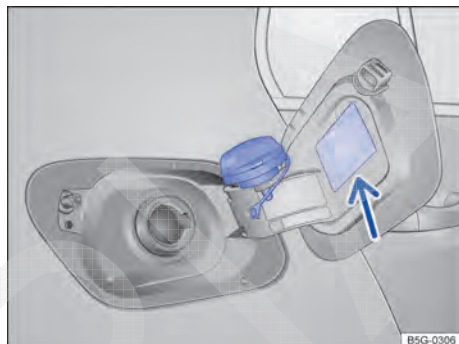

Fig. 193 Portinhola do tanque aberta com a tampa do tanque pendurada.
- Desrosquear a tampa do tanque no sentido anti-horário e pendurá-la em cima da portinhola do tanque → Fig. 193.
O tipo de combustível correto para o veículo está indicado numa etiqueta adesiva na parte interna da portinhola do tanque → Fig. 193 (seta). ▶